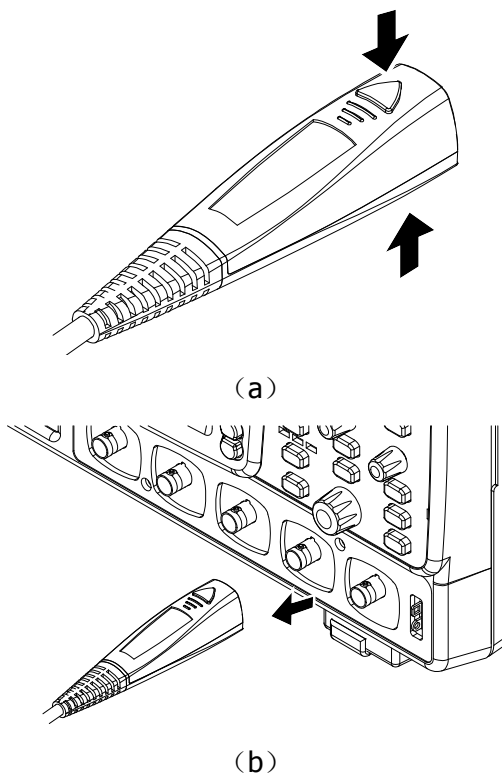

图 4 断开示波器
3. 需断开探头和示波器的连接时，按住探头连接器上下两侧的按钮，沿图 4（b）所示箭头所指方向将连接器从示波器的 BNC 连接器拔出即可。